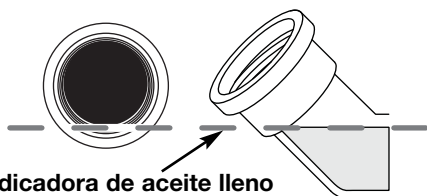
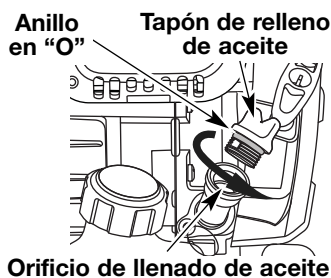

Fig. 12
Fig. 10
- Saque el tapón de aceite/ varilla de medición del cigüeñal (Fig. 10).
- Quite el tapón de llenado de aceite del cárter (Fig. 10).
- Revise el orificio de llenado de aceite (Fig. 10). Si el nivel de aceite llega hasta la primera rosca, entonces no añada más aceite (Fig. 12). Si no es así, continúe llenando con aceite hasta que llegue a la marca.